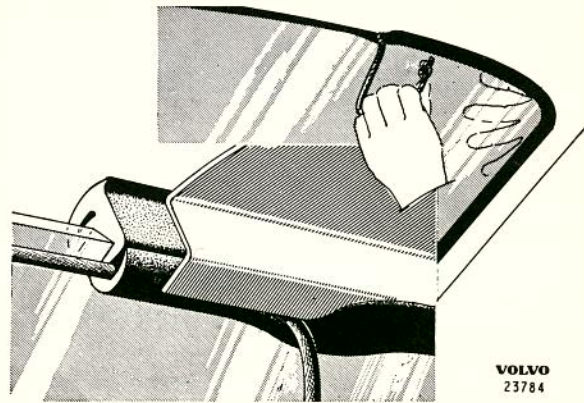

Bild 45. Montering av ruta
4. Placera rutan mot karossen och drag i snöret från vagnens insida varvid gummitätningens fals kommer på plats, se bild 45.